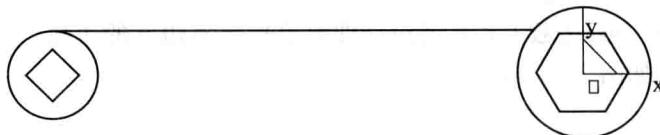

图 2-1-5 绘制切线
- (1) 单击“直线”按钮 ,或选择菜单“造型”→“曲线生成”→“直线”命令,在立即菜单中选择“两点线”、“单个”、“正交”、“长度方式”,输入长度“100”,输入直线第一点的坐标(-120,10),单击鼠标左键确定。
(2) 单击“曲线拉伸”按钮 ，或选择菜单“造型”→“曲线编辑”→“曲线拉伸”命令，选择直线，拉伸到与右边圆相交。
(3) 单击“曲线裁剪”按钮 ，或选择菜单“造型”→“曲线编辑”→“曲线裁剪”命令，在立即菜单中选择“快速裁剪”、“正常裁剪”，用鼠标拾取图形中需裁剪的线段，如图 2-1-5 所示。